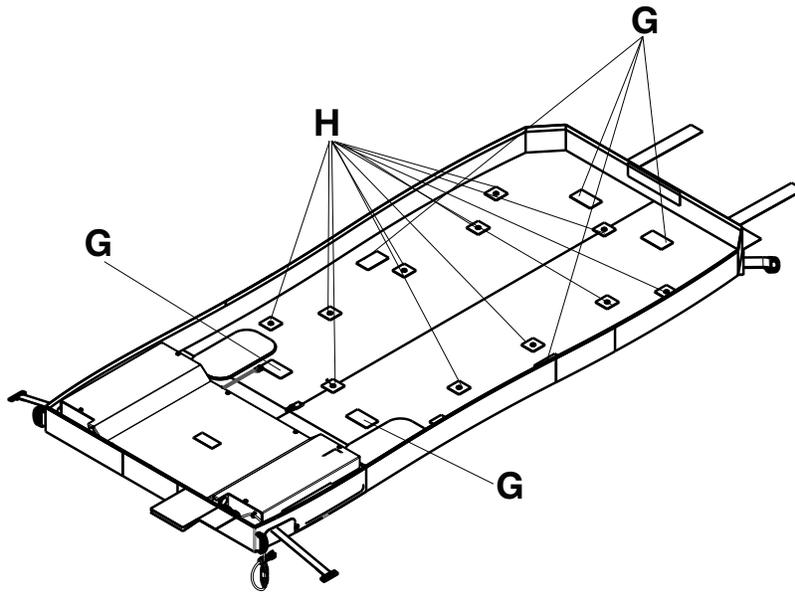

Figure 26 – Fixations à boucles et crochets et loquets de l'ensemble de cellules
7. Soulever le matelas en mousse, passer la main entre le matelas en mousse et la housse inférieure pour séparer les six fixations à boucles et crochets (G), puis désenclencher les 12 loquets (H) (Figure 26).